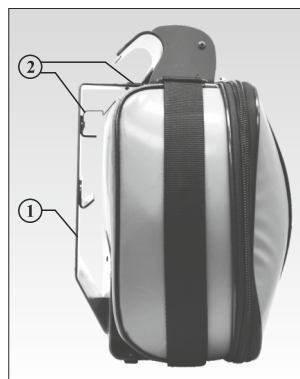

Рис. 1
4.4. Крепление аппарата в стационарном и транспортном варианте производится на вертикальную поверхность (стена, переборка и т.п.) с помощью кронштейна 1 (рис.1). Аппарат и его сумка имеют возможность устанавливаться на кронштейн, фиксируясь одной из пружин 2.